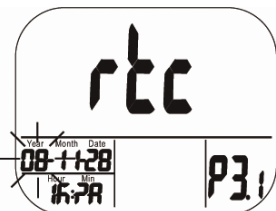

Abb. 14: Einstellen der Jahreszahl
- Drücken Sie die SET-Taste, um in den P 3.1-Modus zu gelangen. Links unten blinkt die aktuell eingestellte Jahreszahl (Abb. 14). Drücken Sie die LOG/▲ Taste oder die MIN/MAX▼-Taste, um die Jahreszahl zu ändern.